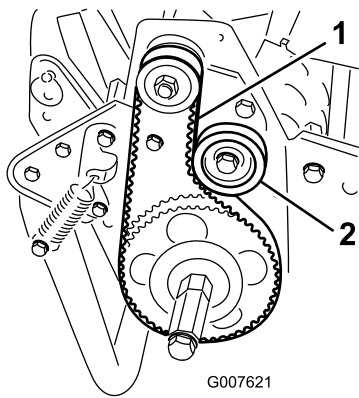

Figure 38
2. Contrôlez la tension en exerçant une force de 18 à 22 N à mi-distance entre les poulies (Figure 38).
A. Desserrez l'écrou de fixation de la poulie de tension et faites pivoter la poulie dans le sens horaire contre l'arrière de la courroie jusqu'à ce que vous obteniez la tension voulue (Figure 38).